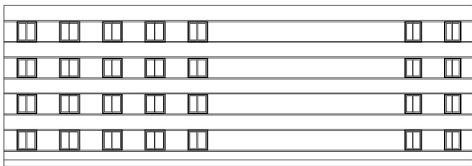

图 4.19 阵列生成所有 1500mm × 1800mm 的窗
(2) 重复 4.2 中的步骤 3，阵列生成 10 ~ 12 轴线之间 1 ~ 4 层的 1500mm × 1800mm 窗，【阵列】对话框的参数设定为：4 行、2 列、行偏移 3300、列偏移 -3600，结果如图 4.19 所示。